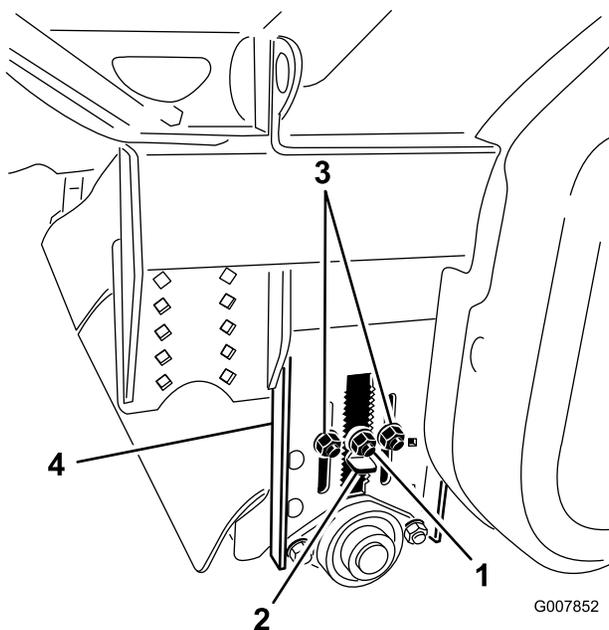

図 30
1. コア・プロセッサの水平調整を行う前に、ピックアップ・ブラシと後ローラの高さが、正しい刈高に調整されていることを確認する（図 30）。